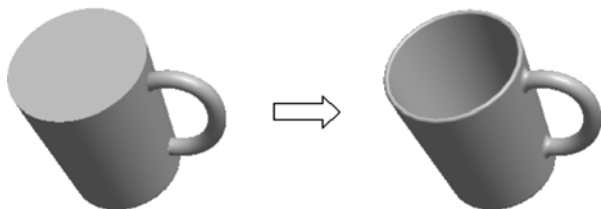

图 4-103 上机操作 2
(9) 上机操作：打开练习源文件“bc_4_ex9.prt”，接着创建抽壳特征和倒圆角特征，其中在创建抽壳特征时要求杯子把柄曲面处不进行抽壳处理。练习前后的模型示意如图 4-103 所示。